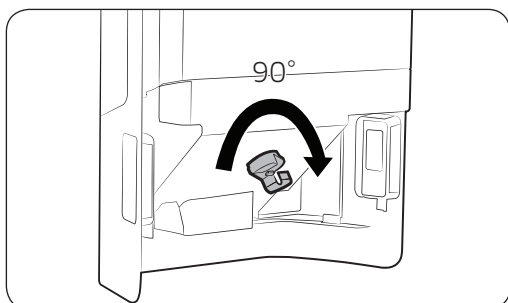

Figura 2
- Se non si riesce a rimontare correttamente il portaghiaccio, ruotare la leva di erogazione di 90 gradi e riprovare come mostrato nella figura 2.